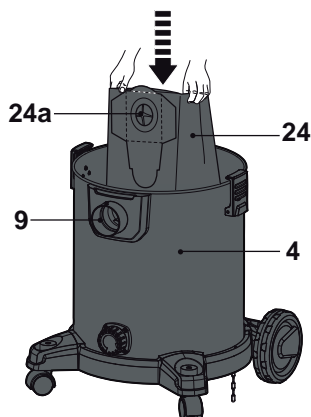

Fig. 7
- > Coloque la bolsa de polvo (24) en el depósito (4). Asegúrese de que la apertura de la bolsa de polvo (24a) está en la parte superior.
- > Sujete las solapas laterales de la apertura de la bolsa de polvo (24a) y deslice la apertura de la bolsa de polvo (24a) por la apertura interior de la entrada de aire (9) (Fig. 7). Compruebe que la conexión esté bien sellada.